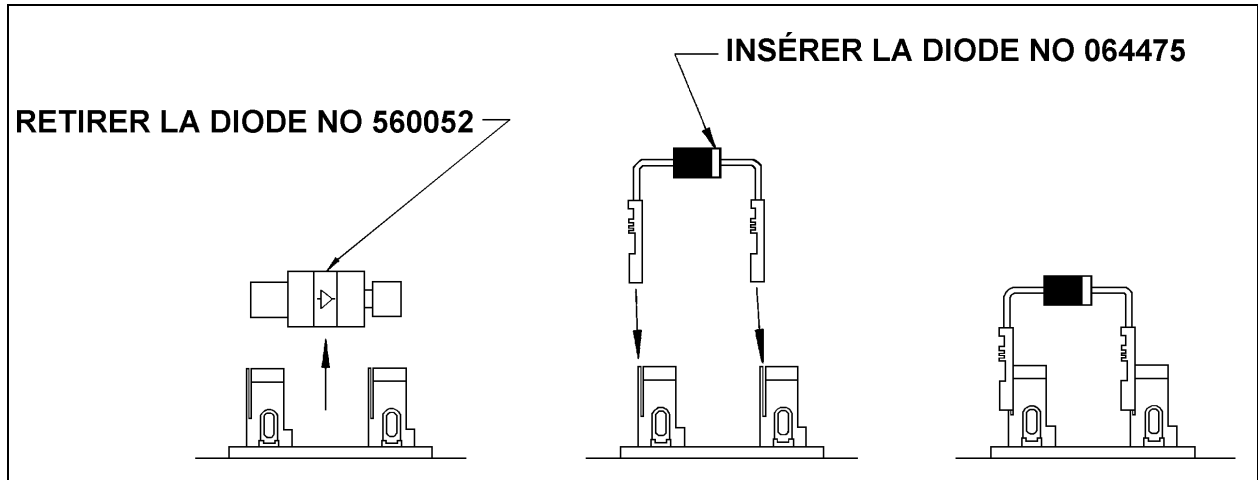

FIGURE 3
4. Insérer la diode (Prévoist no 064475) (voir la fig. 3).